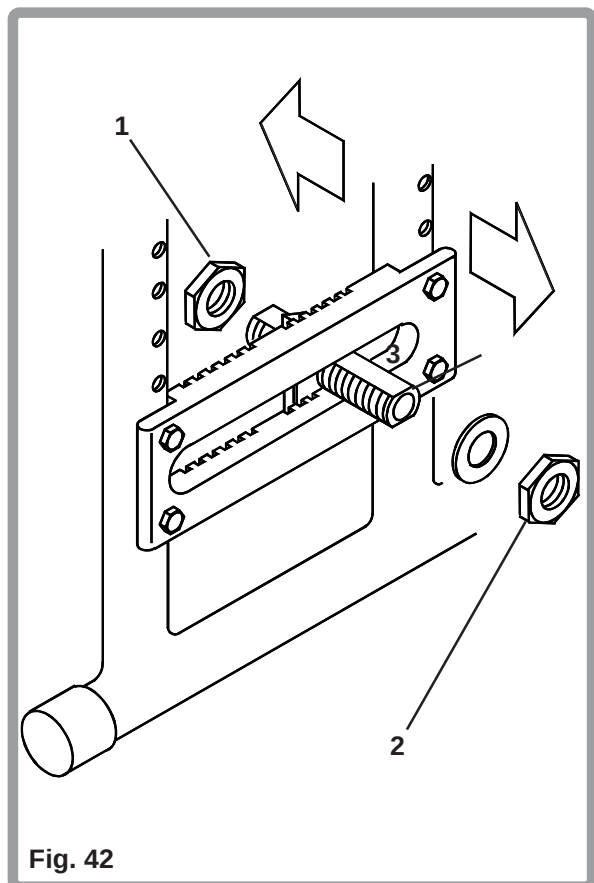

Fig. 42
De breedte van de wielbasis is de afstand tussen de wielen en wordt afgesteld door het losdraaien van de binnenste (1) en de buitenste (2) asbuismoer, door gebruik te maken van twee 28 mm ringsleutels en positioneer het ashuis (3) wanneer dit nodig is (Fig. 42). De moeren dienen vastgedraaid te worden door middel van een momentsleutel, op een aanhaalmoment van 45 Nm.